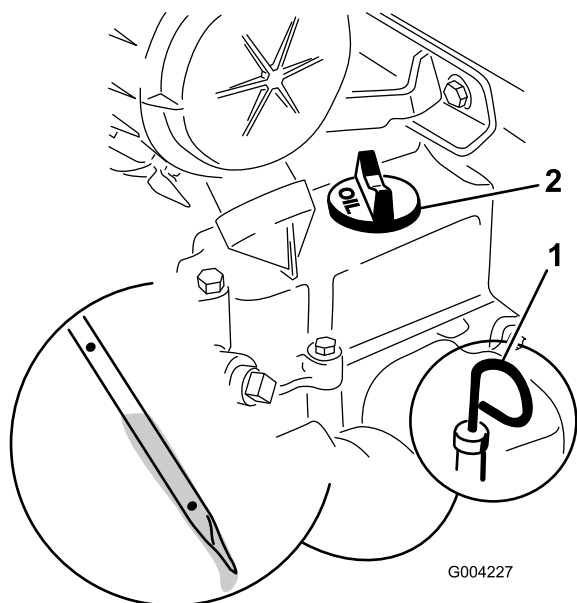

Figura 15
3. Se o nível de óleo estiver baixo, retire o tampão de enchimento e adicione óleo suficiente (Figura 15) para elevar o nível de óleo até à marca Full, existente na vareta.